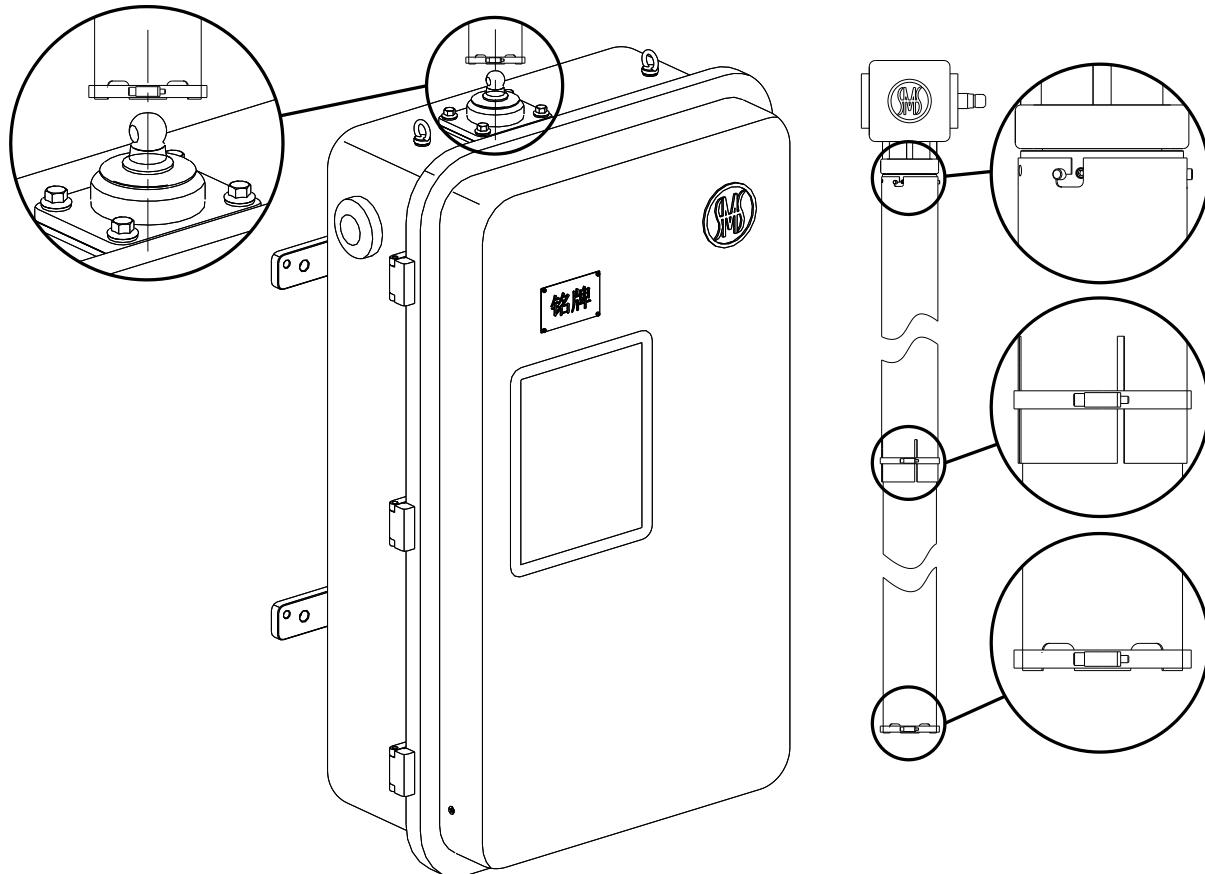

图 8-7
3. 将防护罩拉起至伞齿轮盒下端，套在衬套上，3个缺口正对3个圆柱销，然后旋转防护罩，使圆柱销正好卡在横槽内。（见图 8-7）。
4. 把下部较细的防护罩套在电动机构输出轴外侧。（见图 8-7）。
5. 此时两根防护罩的已经定位，将防护罩上用2个卡箍卡住防护罩即可。（见图 8-7）